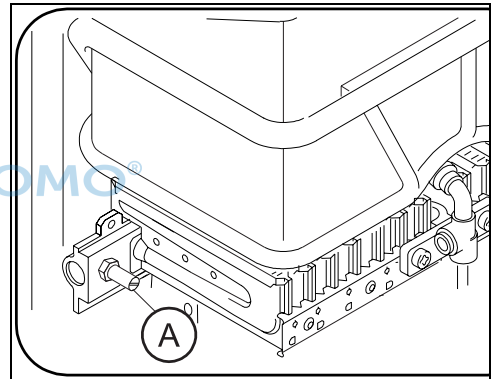

Bild 2 Mess-Stutzen
- ▶ Düsen ersetzen (→ Bild 2, pos. 1). Die beiden Hälften des Hauptbrenners wieder zusammenbauen.
- ▶ Verbindungsstück von der Gasarmatur abschrauben und Gasventil (→ Bild 2, pos. 6) wechseln.
- ▶ Dichtung (→ Bild 2, pos. 5) und Drosselgehäuse (→ Bild 2, pos. 4) tauschen und Gasarmatur zusammenbauen.
- ▶ Drosselscheibe entfernen und Dichtscheibe (→ Bild 2, pos. 3) einbauen.
- ▶ Zünddüse (→ Bild 2, pos. 2) wechseln.
- ▶ Gaszuführungsrohr wechseln (→ Bild 2, pos. 7).
- Dichtschraube lösen (→ Bild 2).